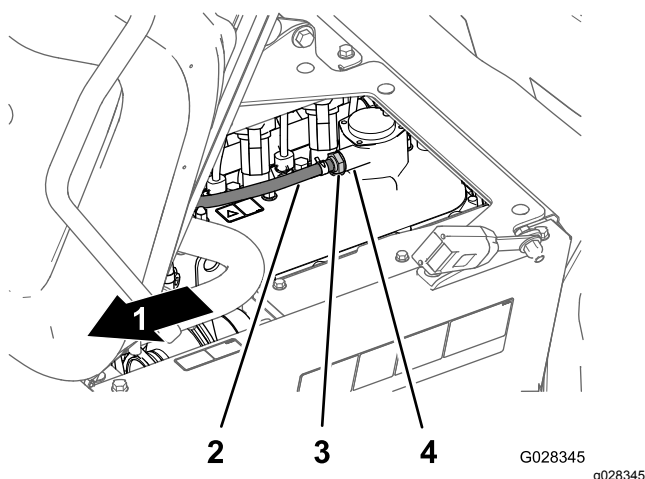

Figura 77
2. Retire la válvula del sistema PCV del acoplamiento de la tapa de válvulas (Figura 77).
- Nota:** Si suena el limitador interno de la válvula, la válvula del sistema PCV está bien; si el limitador interno no está libre y no suena al sacudirse, sustituya la válvula (Figura 77).
4. Introduzca la válvula del sistema PCV hasta que quede correctamente asentada en la junta del acoplamiento de la tapa de válvulas (Figura 77).